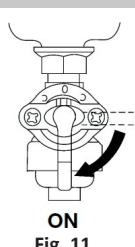

Fig. 11
1. Portare il rubinetto del carburante in posizione "ON". (Fig. 11)